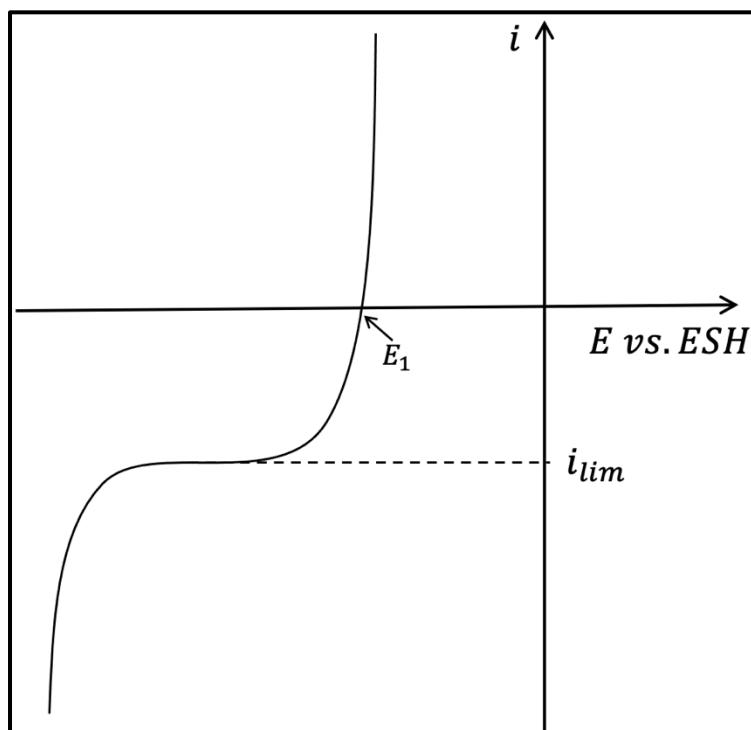

Figure 3
La Figure 3 représente la courbe courant-potentiel enregistrée pour la solution (S) sur une électrode de zinc. Les ions SO_4^{2-} , NH_4^+ et Cl^- sont électro-inactifs.
- Q25.** Écrire l'inégalité impliquant les concentrations $[Zn^{2+}]$ et $[OH^-]$ dans la solution (S) pour que le précipité $Zn(OH)_2(s)$ ne se forme pas. En déduire que le pH de la solution (S) doit alors être inférieur à une valeur qu'on calculera. On supposera cette condition sur le pH vérifiée pour le reste du sujet.
- Q26.** Reproduire la courbe de la Figure 3 sur la copie et indiquer les processus se déroulant sur chaque section.
- Q27.** Calculer la valeur attendue pour le potentiel E_1 , défini sur la Figure 3.
- Q28.** Indiquer deux grandeurs auxquelles i_{lim} , défini sur la Figure 3, est proportionnel.